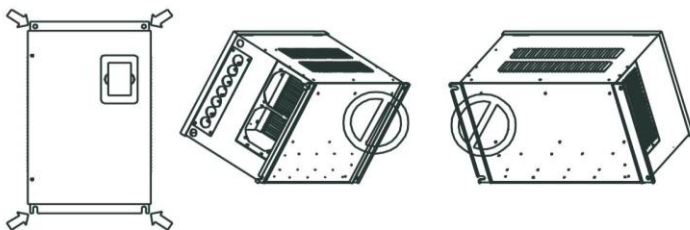
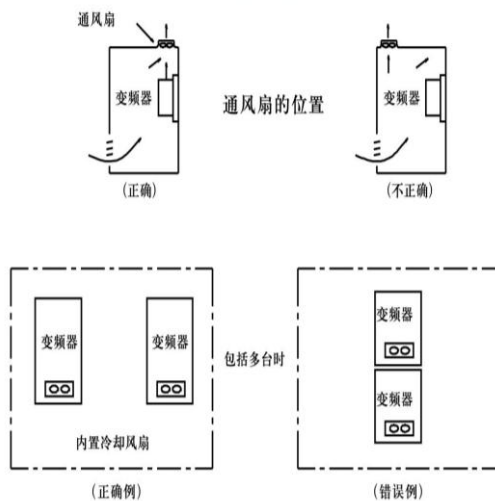

图 1-2 变频器垂直安装示意图
图 1-3 变频器安装在控制柜内示意图
- ◇变频器装在控制柜内，应保证控制柜与外界通风流畅。请垂直安装变频器，便于热量向上散发，不能倒置（详见图 1-2）；若柜内有较多变频器时，为保证变频器的散热空间最好将变频器并排安装；在需要上下安装时，请安装隔热导流板（详见图 1-3）。